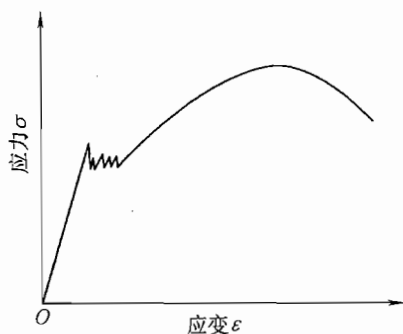

图 34-4 第六题第 1 小题解答图
1. 低碳钢退火试样的静拉伸曲线示意于图 34-4。曲线上最明显的特点是出现上下屈服点, 这可以用位错理论中的柯氏气团来解释。试样静拉伸时, 一些小尺寸的间隙原子, 如 C、H、O、N 等会聚集在位错线的下方, 形成柯氏气团, 对位错线起着钉扎作用, 故形变材料要在较高的应力下位错线才能脱钉而开始运动, 当位错线脱钉时应力会突然有所下降, 于是就出现了上屈服点。一旦位错线挣脱了柯氏气团的钉扎, 就会在较低的应力下继续运动, 于是就出现了下屈服点。